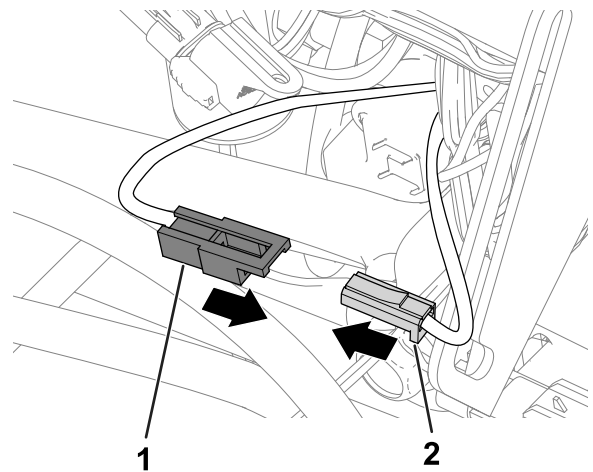

Bild 8
3. Befestigen Sie die Anschlüsse für den Sicherungskasten der Maschine und den Sicherungskasten des Kit, um den Stromschaltkreis anzuschließen (Bild 8).